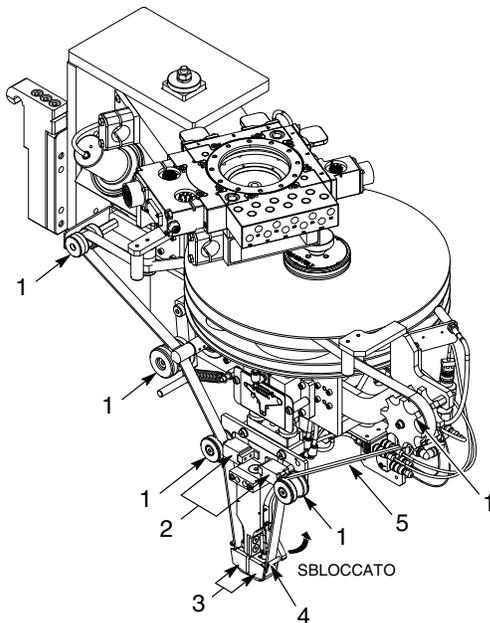
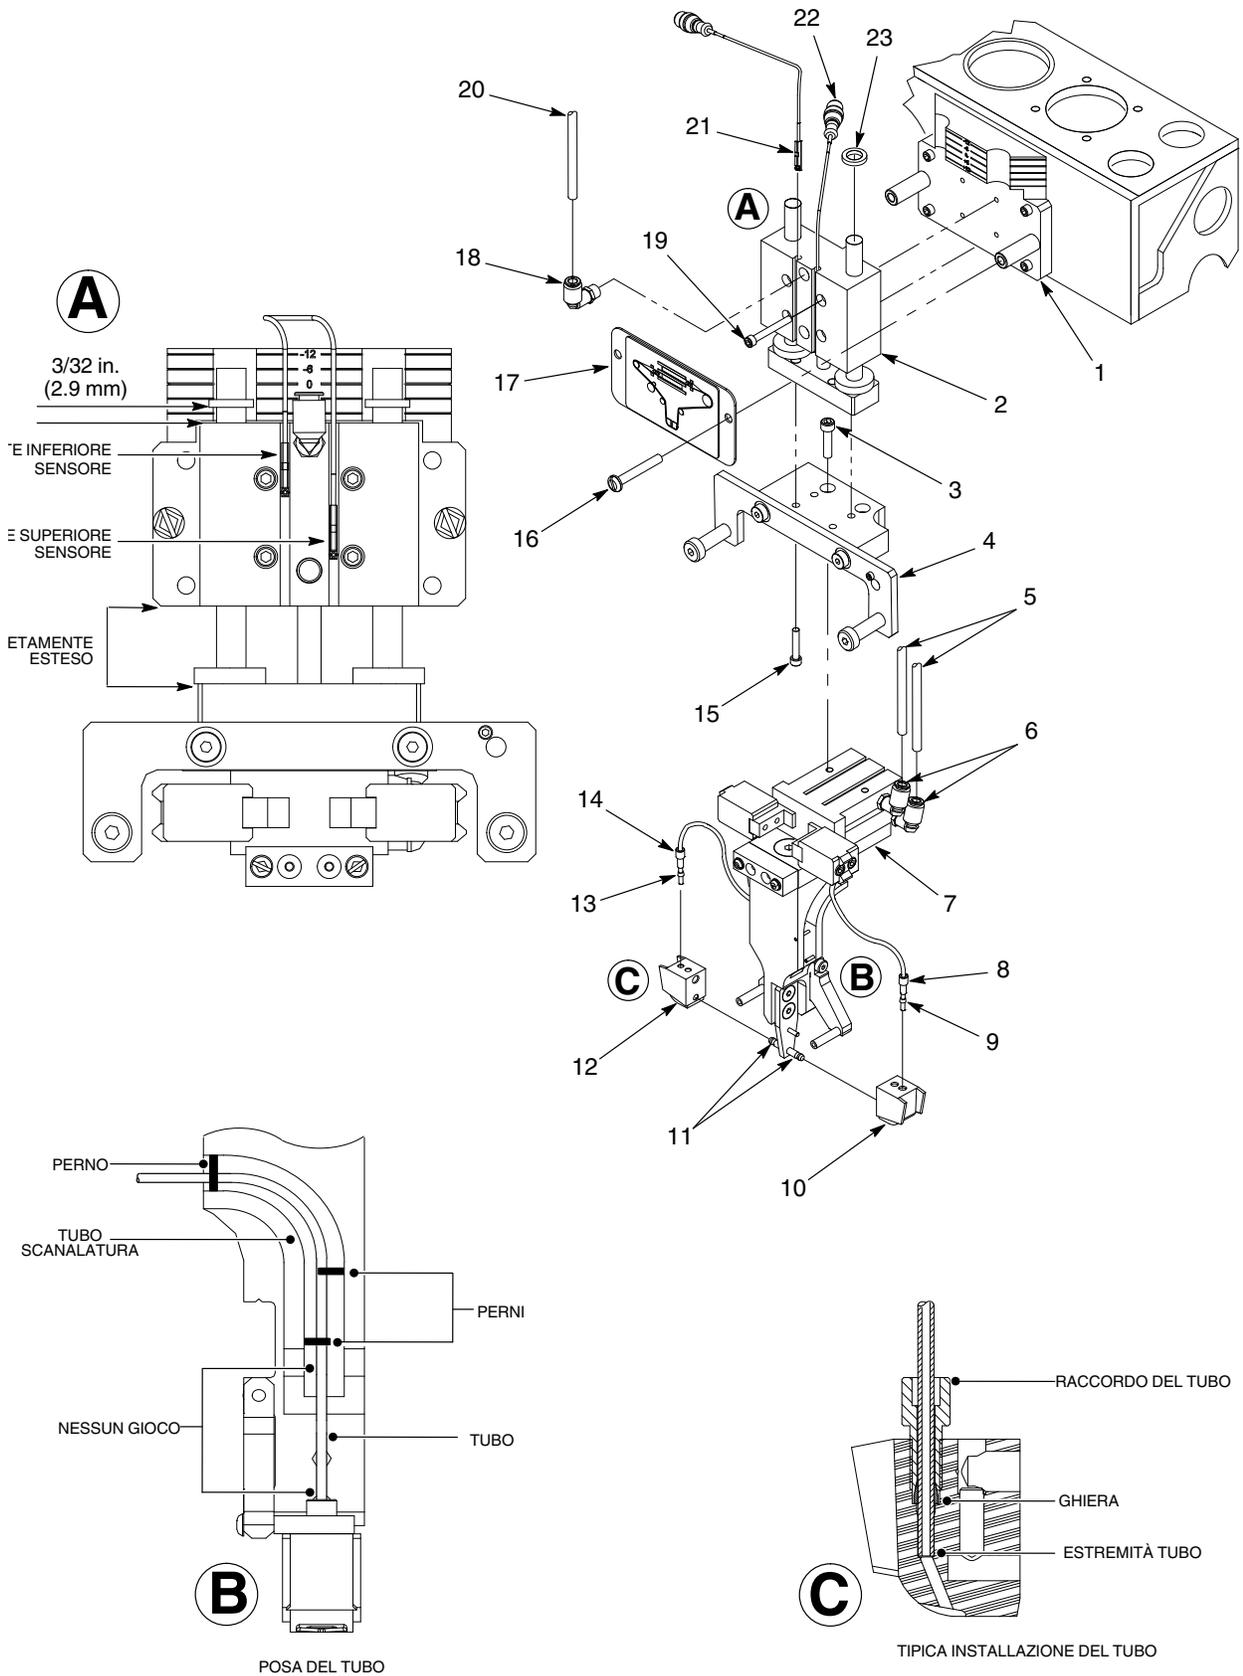

Figura 10 Rimozione del feltro
Figura 11 Gruppo slitta
1. Vedi figura 10. Dal controller eseguire la procedura che sgancia i blocchi pinze (2) dal feltro (5).
3. Muovere il blocco feltro (4) in posizione sbloccata. Togliere il feltro (5) dai blocchi di sfregamento (3) e dai rulli (1).
4. Vedi figura 11. Togliere i blocchi di sfregamento (10, 12) dal gruppo staffa della testa di erogazione (7).
6. Scollegare i tubi (5) dai raccordi (6).
7. Togliere le viti (16) che fissano la copertura (17) alla slitta (2).
8. Sbloccare i sensori limite superiore (21) e inferiore (22). Rimuovere i sensori dalla slitta (2).
9. Scollegare i tubi (20) dal raccordo (18).
10. Togliere le viti (3) che fissano il gruppo staffa della testa di erogazione (7) alla staffa della slitta (4).
11. Togliere le viti (15) che fissano la staffa della slitta (4) alla slitta (2).
12. Togliere le viti (19) che fissano la slitta (2) alla scala della testa adattiva (1).
13. Rimuovere gli anelli (23) dalla slitta (2).
1. Vedi figura 11. Assicurarsi che la slitta (2) sia completamente estesa. Montare gli anelli (23) sulla slitta. Posizionare gli anelli ad una distanza di  $\frac{3}{32}$  in. (2,3 mm) dalla cima della slitta aria.
2. Montare il raccordo (18) sulla slitta (2). Stringere saldamente il raccordo.
3. Applicare Loctite 242 sui filetti delle viti (19). Montare la slitta (2) sulla scala della testa adattiva (1) usando le viti. Serrare le viti a  $23 \pm 2$  in.-lb ( $2.5 \pm 0.2$  N•m).
4. Collegare il tubo (20) al raccordo (18).
5. Applicare Loctite 242 sui filetti delle viti (15). Montare la staffa della slitta (4) sulla slitta (2) usando le viti. Stringere le viti a  $23 \pm 2$  in.-lb ( $2.5 \pm 0.2$  N•m).
6. Applicare Loctite 242 sui filetti delle viti (3). Montare il gruppo staffa della testa di erogazione (7) sulla staffa della slitta (4) usando le viti. Serrare le viti a  $48 \pm 5$  in.-lb ( $5.4 \pm 0.6$  N•m).
7. Collegare i tubi (5) ai raccordi (6). Assicurarsi che il tubo sia collegato al raccordo corretto.
8. Applicare gelatina di petrolio grezzo ai perni (11), alle ghiera (9,13) e ai filetti dei raccordi del tubo (8, 14).
10. Montare i blocchi di sfregamento (10, 12) sul gruppo staffa della testa di erogazione (7).
12. Per montare i sensori di limite (21, 22) sulla slitta (2) alimentare elettricamente l'applicatore ed eseguire quanto segue:
- b. Inserire il sensore di limite superiore (21) nella scanalatura della slitta finché la luce del sensore si accende.
- e. Inserire il sensore di limite inferiore (22) nella scanalatura della slitta finché la luce del sensore si accende.
13. Vedi figura 10. Montare il feltro (5) attorno ai blocchi di sfregamento (3) e ai rulli (1). Muovere il blocco feltro (4) in posizione bloccata.